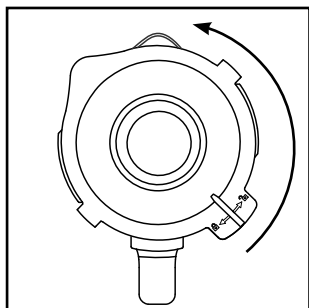

Fig. 1
- 2) Fjern låget **2** ved at dreje det mod uret i retning af position  (se fig. 1), indtil du kan tage det af oppefra.
- 3) Fyld blenderkanden ❸ mindst op til den nederste streg på skalaen ❸ og maksimalt til MAX-markeringen. For at opnå optimale resultater anbefaler vi følgende maksimale påfyldningsmængder: